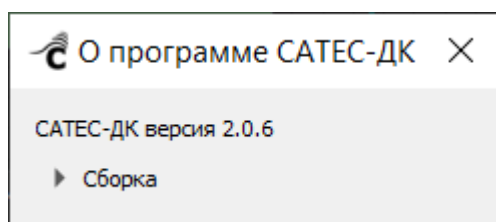

Рисунок 57 – Окно «О программе»
– «О программе» – открывается всплывающее окно с информацией о текущей версии программного обеспечения (Рисунок 57).